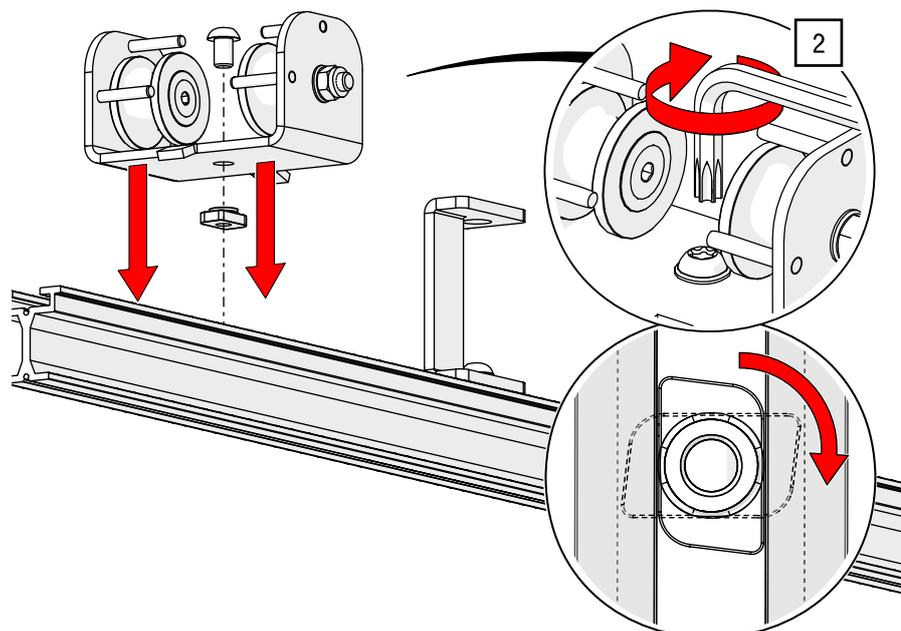

Abb. 103: Doppelt obenliegende Seilführung – Umlenkrolle montieren
2. Montieren Sie die Umlenkrolle (DOSF) an einem Schienenende und ziehen Sie die Schrauben mit dem im Schienenprofil positionierten Nutenstein mit einem TORX®-Schlüssel T40 und 27 Nm fest (siehe Abb. 103).